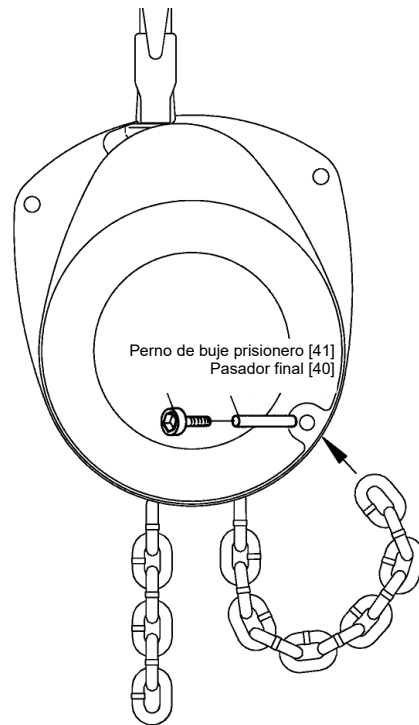

Figura 6-12 Instalación del pasador final
- 6.5.10 Sujete el extremo de la cadena de carga en el costado derecho de la polea de carga al pasador final [40]. Consulte la Figura 6-12. Asegúrese de que no haya torceduras en la cadena.